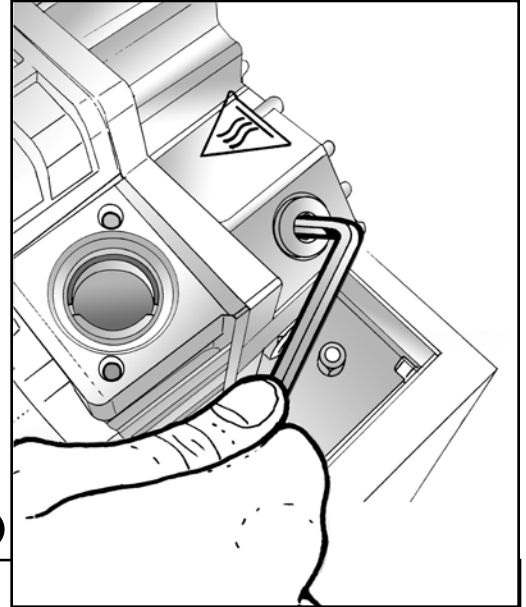

Fig. 13
- 7) Svitare con una chiave esagonale il tappo di carico dell'olio nella parte superiore della pompa (Fig. 13).